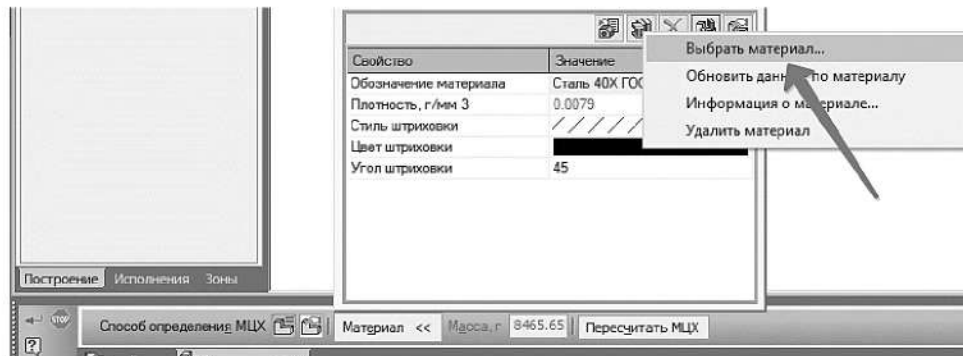

Рисунок 3.5. Выбор материала
1.1.8 Из появившегося меню вызовите команду **Выбрать материал....** (рисунок 3.5).